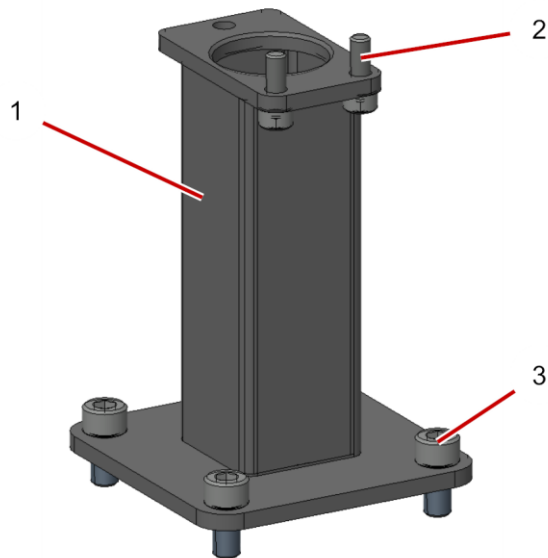

Abb. 5 Halter MESSBOI 25
- ▶ Halter mit Innensechskantschrauben Abb. 5, 3 an den Tisch / Aufwickler schrauben.
- ▶ Innensechskantschrauben Abb. 5, 2 in die Gewindebohrungen des Längenmessgeräts schrauben.